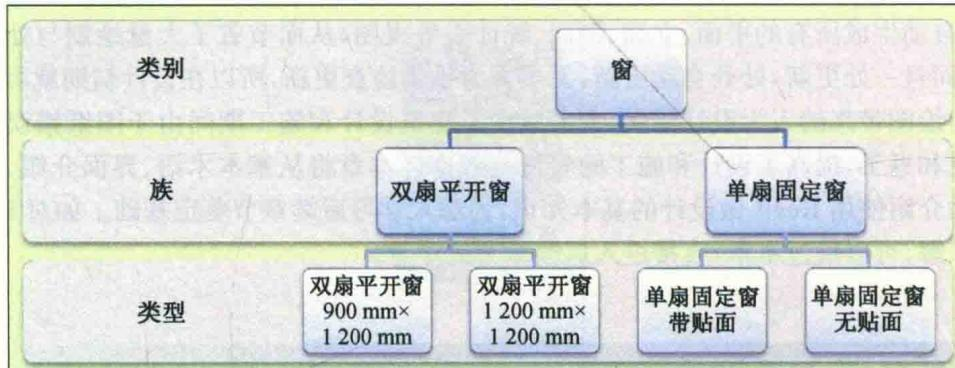

图 0-2
(1) 模型图元:代表建筑的实际三维几何图形,如墙、柱、楼板、门窗等。Revit 按照类别、族和类型对图元进行分级,三者关系如图 0-2 所示。